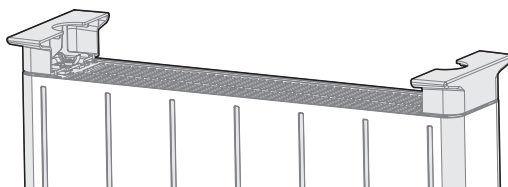

Figura 2
- 3 Retire as porcas borboleta do saco de acessórios e aperte-as no parafuso para fixar as pernas. (Figura 2)